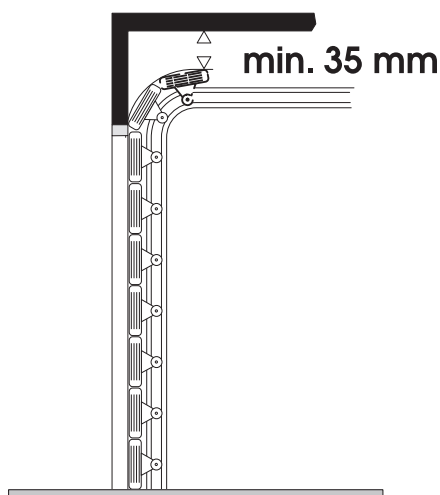

Abb. 4
| Maximaler Platzbedarf von der Decke (mm)                       | 35 (Abb. 4)                   |
- Sicherstellen, dass zwischen Decke und dem höchsten Gleitpunkt des Tors ein Freiraum von mindestens 35 mm besteht (Abb. 4).
- 2) Auf dem Sturz eine horizontale Linie anzeichnen, die mit der maximalen vom Tor während der Bewegung erreichten Höhe übereinstimmt (siehe Abb. 4).